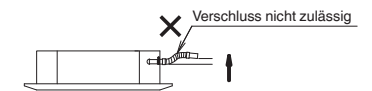

Abb. 3-94
- Den Schlauch nicht so verlegen, dass sich Wasser in ihm sammeln oder stauen kann. Dies kann ungewöhnliche Geräusche verursachen. (Abb. 3-94)